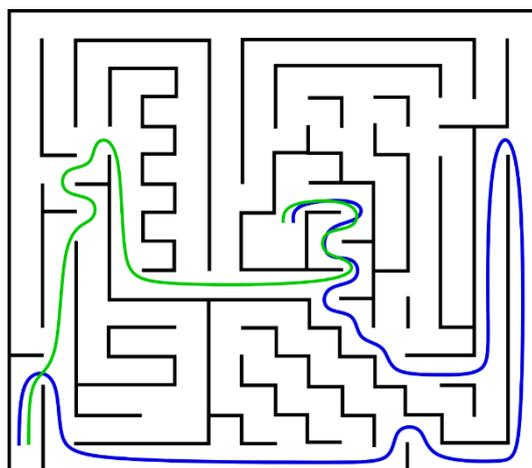

Figura 4. Ejemplo de laberinto para la Fase final de Micromouse
- D.** En esta segunda fase el laberinto será múltiplemente conexo, es decir, sí existirán diferentes caminos para alcanzar la zona de meta. Estará diseñado para que la meta no pueda alcanzarse siguiendo una pared del mismo lado durante todo el recorrido (ver Figura 4 para un ejemplo).